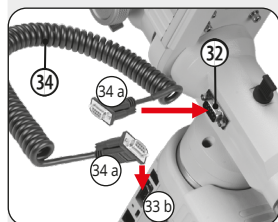

Fig. 19 : Connexion par câble au moteur de l'axe DEC
2. Insérez un connecteur DE9 (34 a) du câble de connexion DE9 (34) dans la prise DE9 du moteur de l'axe DEC (32). Insérez l'autre connecteur dans la prise DE9 (33 b) du panneau de connexion (33). (Fig. 19)